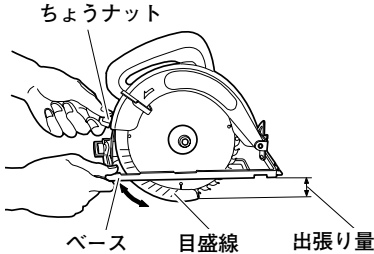

図 5
- ベースとのこ刃とが直角になっているときは、保護カバーの目盛を利用して切込み深さが調整できます（図5）。例えばベースの底面を45（1.5）の目盛線に合わせると、その時の切込み深さは約45mm（1寸5分）になります。